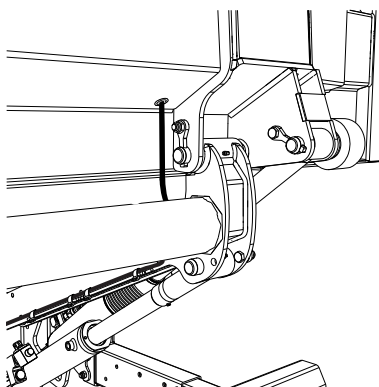
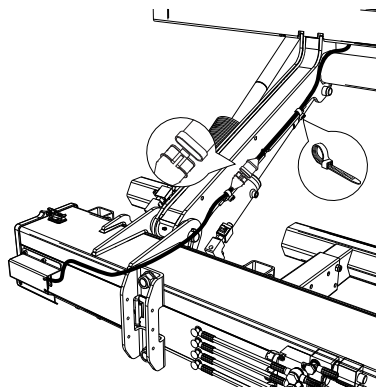
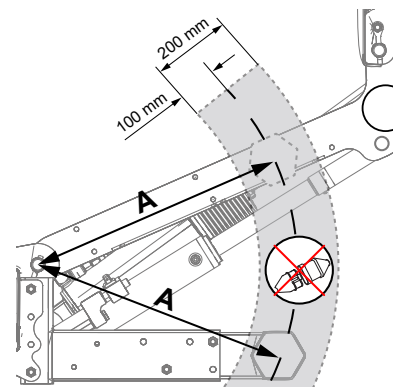

Imagen 73. Montaje del cableado
Imagen 74. Montaje del cableado
Imagen 75. Ubicación del conector rápido
2. Tender el cable y montar con una abrazadera de plástico como se indica en Imagen 73 y Imagen 74. El conector rápido debe colocarse de tal manera que no entre en conflicto con la protección contra empotramiento durante el movimiento del brazo primero. Medir la distancia (A) desde el centro del eje del brazo primero hasta el centro de la protección contra empotramiento, véase Imagen 75.
3. Medir la misma distancia (A) en el brazo primero, véase Imagen 75.
4. A continuación, colocar el conector rápido al menos 100 mm fuera o dentro de la medida obtenida (B), véase Imagen 75.